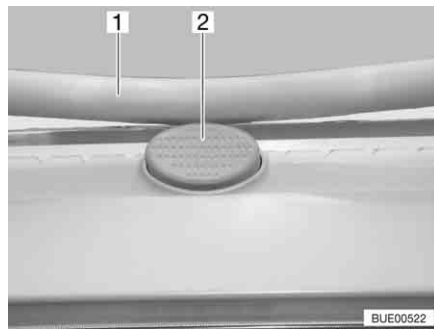

Bild 60 Låsknapp på Heki-takluckan
- Tryck på låsknappen (Bild 60,2) och dra ner bygel (Bild 60,1) med båda händerna.
- Tryck bygel uppåt med båda händerna tills bygel ligger ovanför låsknappen (Bild 60,2).